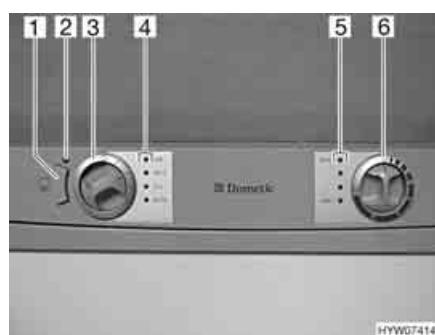

Fig. 193 Elementi di comando del frigorifero (serie Dometic 7 con AES e RT)
Se l'alimentazione a 230V **non** è allacciata e il motore del veicolo è **spento**, il sistema AES seleziona il rifornimento di gas. Selezionando il funzionamento a gas, il dispositivo di sicurezza si apre automaticamente, così che il gas possa fluire al bruciatore. Contemporaneamente si inserisce l'accenditore elettronico. Se la fiamma del gas si spegne, p. es. a causa di un colpo di vento, l'accenditore viene subito azionato riaccendendo il gas. In caso di guasto del funzionamento a gas, la spia di controllo "GAS" (Fig. 193,4) diventa rossa e lampeggiava.
Dopo l'accensione il frigorifero seleziona automaticamente la regolazione intermedia del termostato. Questa impostazione può essere modificata manualmente con il pomello girevole (Fig. 193,6). Le spie di controllo (Fig. 193,5) indicano la temperatura selezionata sul termostato. Con il pomello girevole viene regolata la temperatura di refrigerazione per tutti i tre tipi di energia. Ci vogliono alcune ore prima che il frigorifero raggiunga la temperatura normale di esercizio. Cambiando la modalità di funzionamento la regolazione del termostato non viene modificata. La temperatura di refrigerazione è indipendente dal tipo di energia utilizzata.
mento del telaio con il tasto (Fig. 193,1). È possibile così evitare fenomeni di corrosione. Quando il riscaldamento del telaio è acceso, la spia di controllo si accende (Fig. 193,2).
- Con il selettore di energia (Fig. 193,3) selezionare il tipo di energia utilizzata. La spia di controllo relativa (Fig. 193,4) diventa verde.
- Regolare la temperatura di refrigerazione con il pomello girevole (Fig. 193,6). Le spie di controllo (Fig. 193,5) indicano la temperatura selezionata sul termostato.
In caso di guasto del funzionamento a gas, la spia di controllo "GAS" (Fig. 193,4) diventa rossa e lampeggiante.
- Ruotare il selettore di energia (Fig. 193,3) su "O". Tutte le spie di controllo (Fig. 193,4) sono spente.